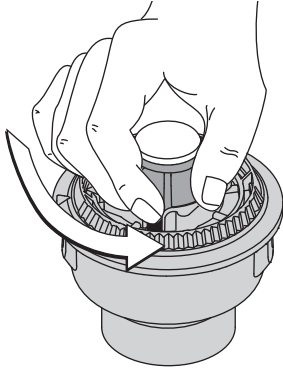

Fig. 18
1. Sostenga la bobina exterior y desenrosque la perilla percusiva en sentido antihorario (Fig. 18).